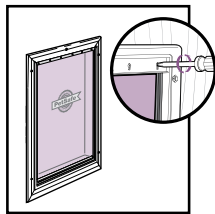

ABB. 13
1. Entfernen Sie die Schrauben aus dem Innenrahmen der Haustiertür (**Abb. 13**).